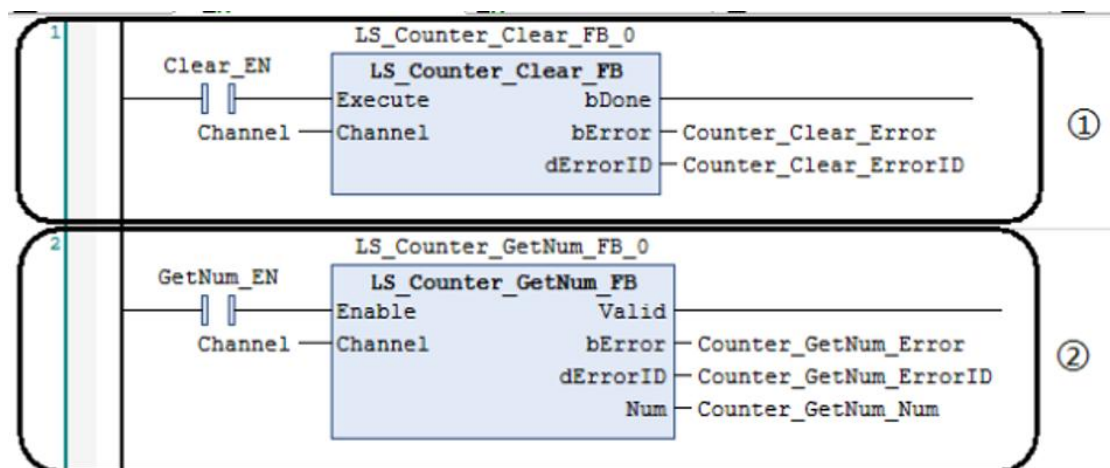

图 10.12 计数器清零模块和计数模块
3) 编写计数器清零及计数器计数功能块，如图 10.12 所示。
① 计数器清零功能块
② 计数器计数功能块